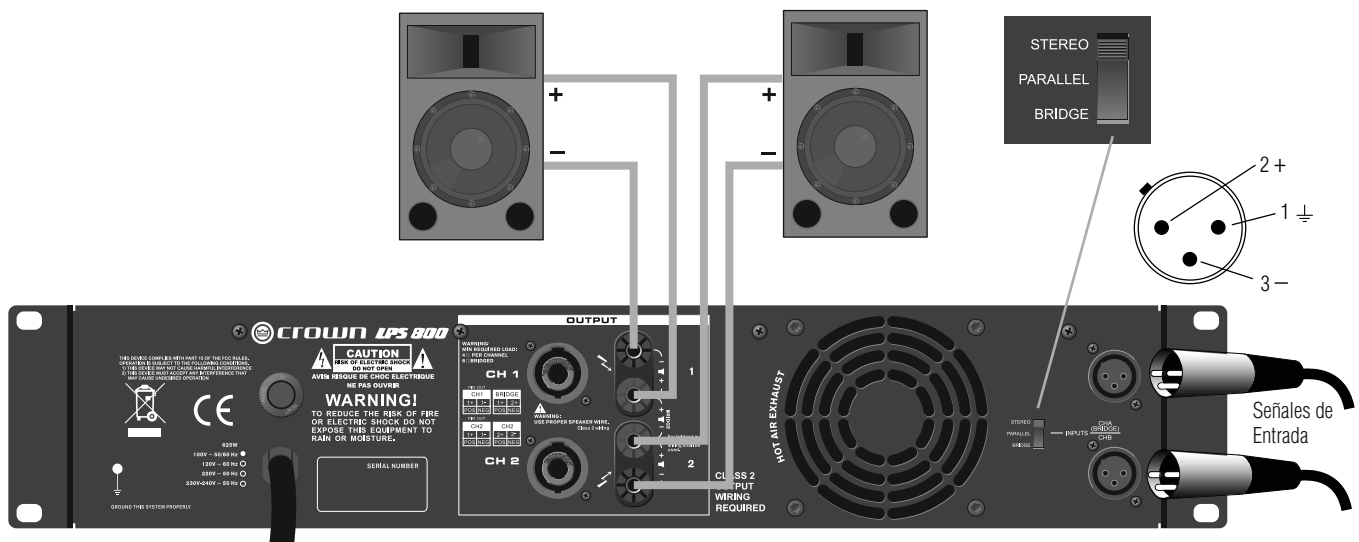

Figura 4. Estéreo (Dual) Cableado con Conectores de Toma de Conexión
1. Ver Figura 4. En el panel posterior, colocar el Botón Modo Salida en ESTÉREO.